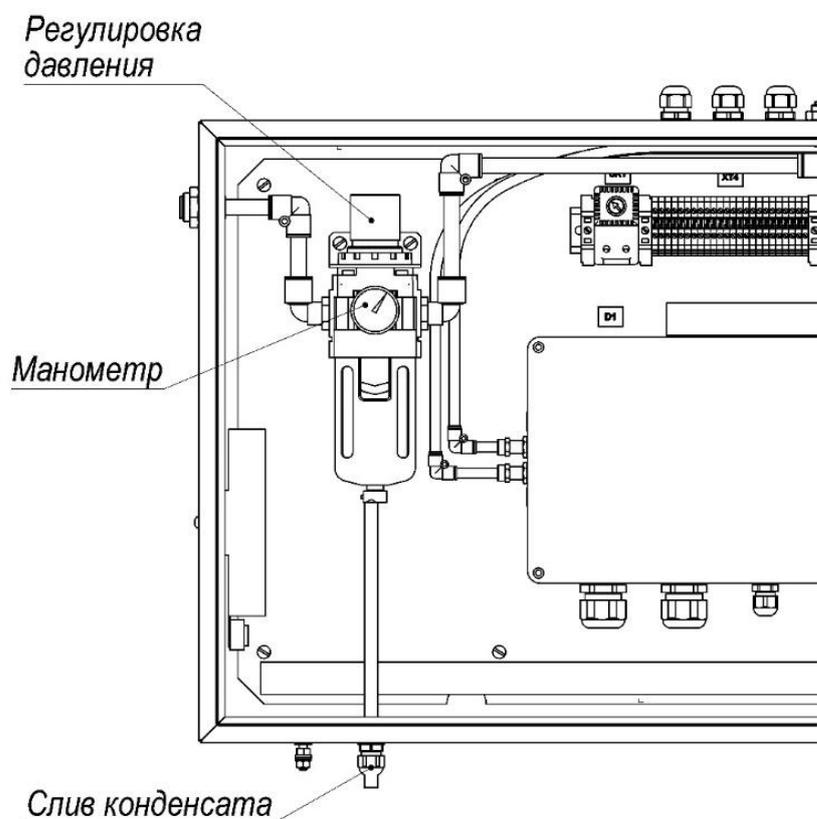

Рисунок 13
- 3) подать на фильтр сжатый воздух, по манометру ВМО (рисунок 13) проверить значение его давление. Если уровень давления не соответствует 0,5-0,55 МПа (5,0-5,5 бар), регулировать до нужного значения, вращая ручку на ВМО;
- 2) выпустить конденсат, нажав на штуцер, расположенный на нижней стенке пульта управления (рисунок 13);